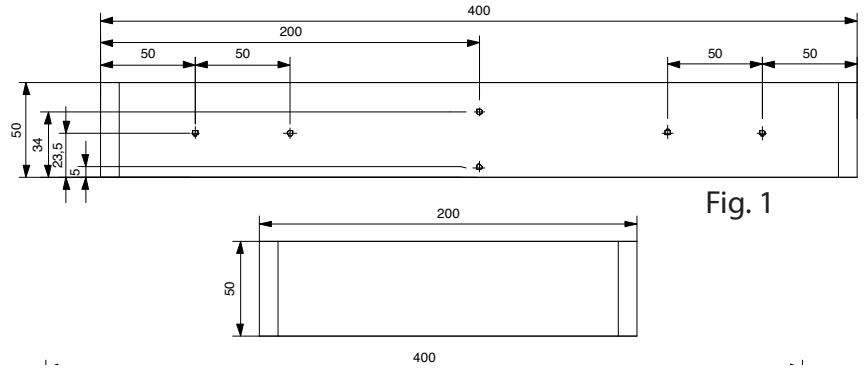

Fig. 1
a) Con un taladro, preparar agujeros de  $\varnothing 1,5$  mm para los tornillos en los listones (1 y 2), según indican las medidas de la Fig. 1.